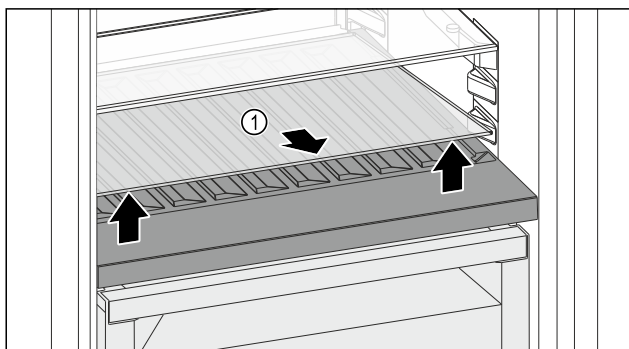

Fig. 96
- Podignite staklenu ploču Fig. 96 (1) na otvoru sprijeda i izvadite je.
- Čuvajte staklenu ploču Fig. 96 (1) na sigurnom izvan uređaja.